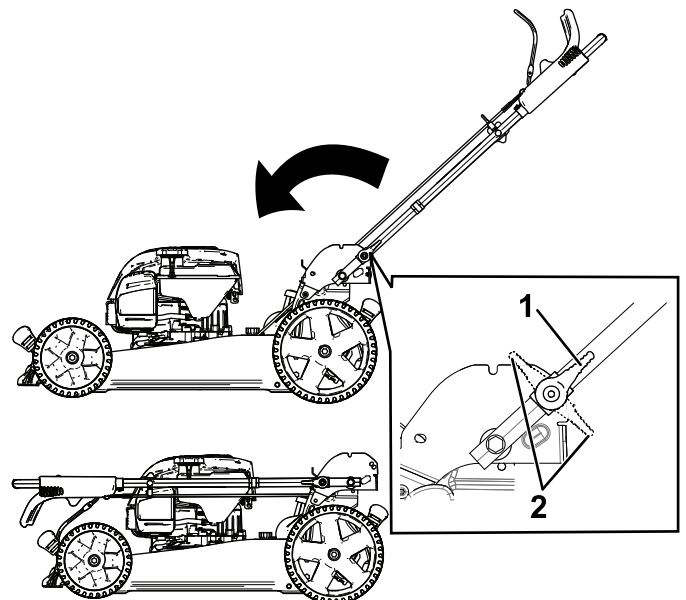

Figure 22
3. Ouvrez les verrous du guidon (Figure 22).
4. Rabattez le guidon complètement en avant (Figure 22).